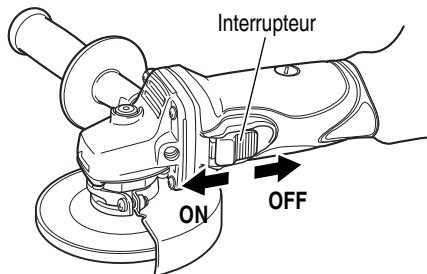

Fig. 7
- Mettre la meuleuse sous tension (Fig. 7)